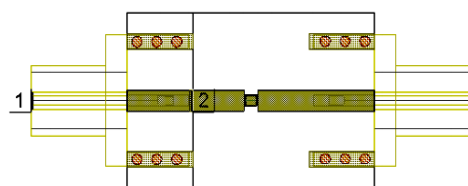

Рис. 117
- Удалите порт 2 с правой стороны. Выберите **Draw>Add Edge Port** для добавления порта в правый край прямоугольника, созданного на предыдущем шаге. После добавления порта дважды щелкните по нему мышкой и измените **Type** с **Lumped Down** на **Wave** как показано на рис. 117.